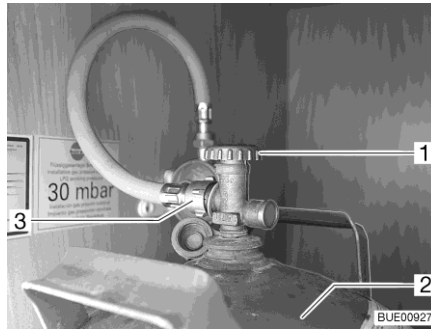

Fig. 116 Compartiment à gaz
- Fermer le robinet principal (Fig. 116,1) de la bouteille de gaz (Fig. 116,2). Observer le sens de la flèche.
- Dévisser la lyre (Fig. 116,3) de sur la bouteille de gaz.